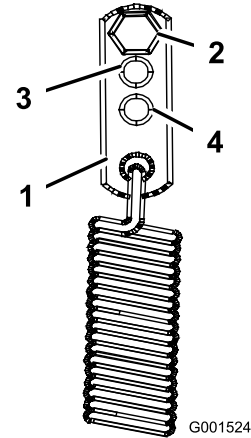

Figura 42
3. Para un ajuste más duro, vuelva a colocar los anclajes de los muelles en las posiciones de servicio medio o pesado (Figura 42). Los anclajes de los muelles se fijan a la esquina superior trasera de los protectores de la transmisión hidráulica en cada lado de la máquina.